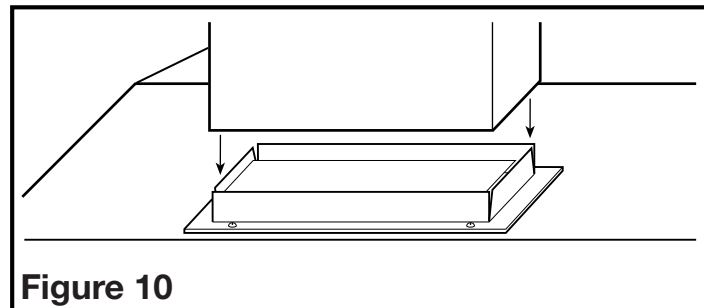

Figure 10
1. Reliez le conduit au raccord et à l'adaptateur de la hotte. Scellez les joints à l'aide d'un ruban adhésif (**Figure 10**).